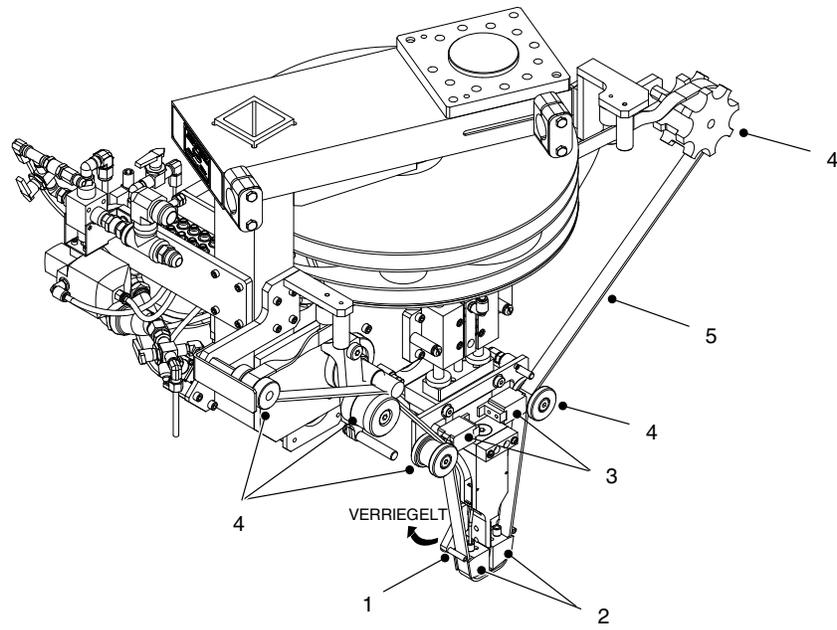
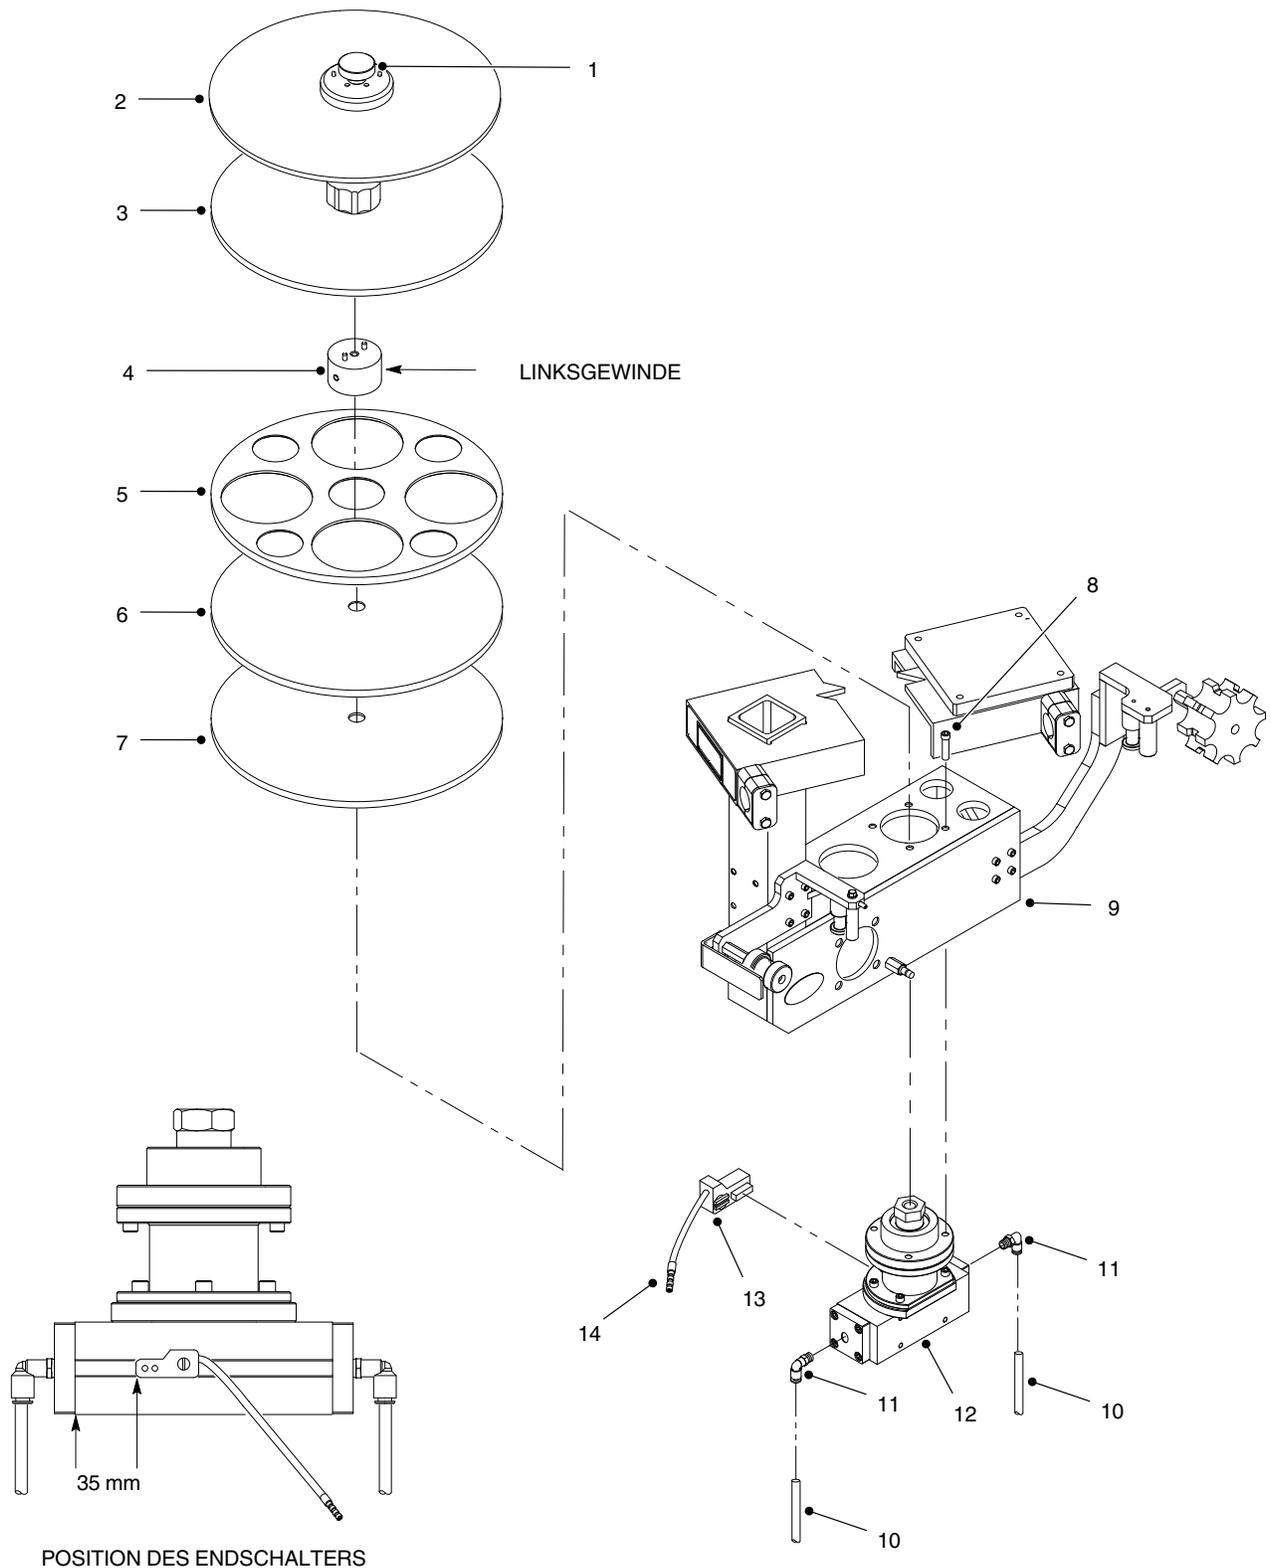

Abb. 9 Drehaktor abnehmen
Abb. 10 Drehaktor installieren
1. Siehe Abb. 9. Von der Steuerung aus die Greiferblöcke (3) vom Filz (5) lösen.
3. Die Filzsicherung (1) in die entriegelte Position bewegen. Den Filz (5) von den Reibblöcken (2) und Rollen (4) abnehmen. Den gebrauchten Filz bei Bedarf durchschneiden.
4. Siehe Abb. 10. Mit dem Drehrad (1), die Aufnahmescheibe (2) vom Drehaktor (12) abnehmen.
6. Mit einem 1¹/₈ Zoll Ringgabelschlüssel oder ähnlichem die Welle am Aufnahme-Drehaktor (12) halten. Die Filzzufuhrnabe (4) hat ein Linksgewinde. Mit einem Bandschlüssel die Filzzufuhrnabe lösen und abnehmen.
7. Die Gummireibscheibe (6) und die verbleibende Rolle (7) von der Welle des Aufnahme-Drehaktors (12) abnehmen.
8. Position des Endschalters (13) notieren, Endschalterstecker (14) vom Kabel abnehmen. Die Endschalterschraube 1/4 Umdrehung lösen. Den Endschalter vom Aufnahme-Drehaktor (12) abnehmen.
9. Die Luftleitungen (10) kennzeichnen und von den Anschlüssen (11) am Aufnahme-Drehaktor (12) abnehmen.
10. Die Schrauben (8) abnehmen, mit denen der Aufnahme-Drehaktor (12) am Rahmen (9) befestigt ist. Die Anschlüsse (11) vom Aufnahme-Drehaktor abnehmen.
1. Siehe Abb. 10. Die Anschlüsse (11) am Aufnahme-Drehaktor (12) installieren.
2. Den Endschalter (13) wie gezeigt am Aufnahme-Drehaktor (12) positionieren. Die Endschalterschraube 1/4 Umdrehung festziehen.
3. Endschalterstecker (14) am Kabel anschließen.
4. Sicherstellen, dass das Endschalterkabel (14) nicht die Bewegung des Aktors behindert.
5. Loctite 242 auf die Gewinde der Schrauben (8) auftragen. Den Aufnahme-Drehaktor mit den Schrauben am Rahmen (9) installieren. Die Schrauben mit 92 ± 9 in.-lb (10,4 ± 1 N•m) festziehen.
6. Rolle (7) und Gummireibscheibe (6) installieren.
7. Die Filzzufuhrnabe (4) installieren. Die Filzzufuhrnabe hat ein Linksgewinde. Die Filzzufuhrnabe mit einem 1¹/₈ Zoll Ringgabelschlüssel und Bandschlüssel festziehen.
8. Die übrigen Rollen (3, 5) auf der Welle des Aufnahme-Drehaktors (12) installieren.
9. Die Luftleitungen (10) an die Anschlussverschraubungen (11) anschließen. Die Kennzeichnungen entfernen.
10. Siehe Abb. 9. Den Filz (5) um die Reibblöcke (2) und Rollen (4) installieren. Die Filzsicherung (1) in die verriegelte Position bewegen.